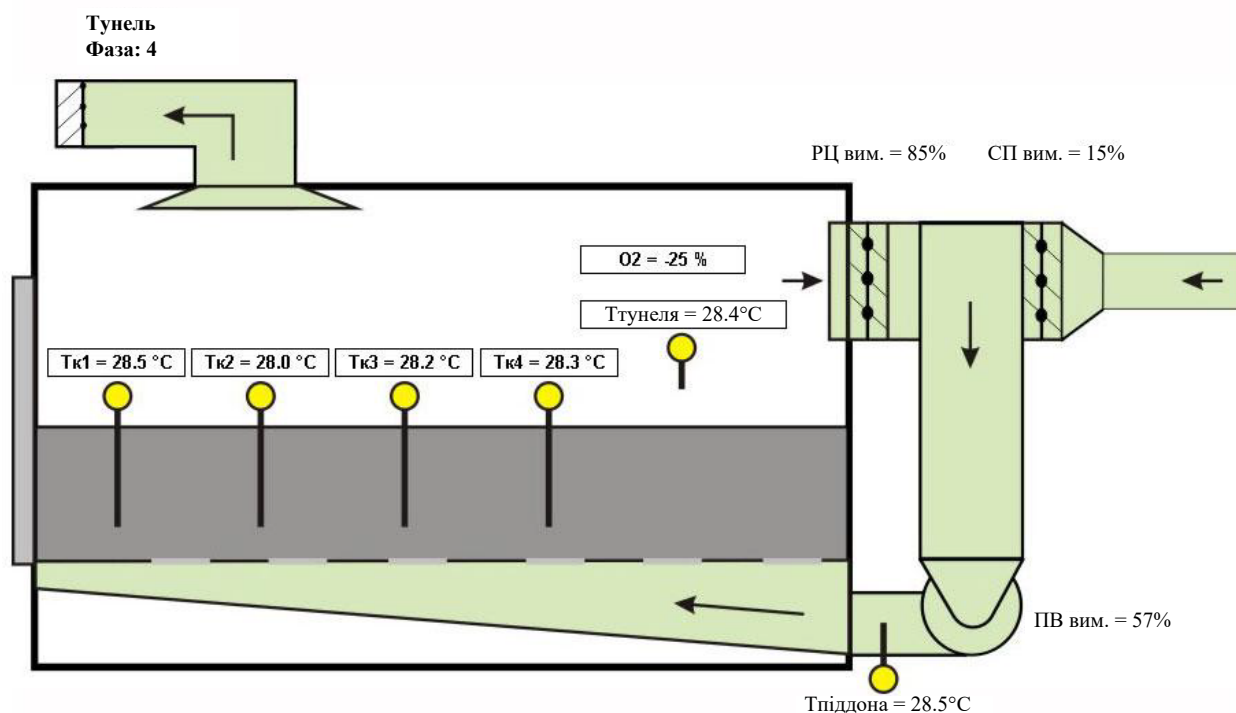

Рис.1.1 – Технологічна схема процесу пастеризації компосту.
1.2 Технологічна схема процесу пастеризації компосту наведена у рис. 1.1.